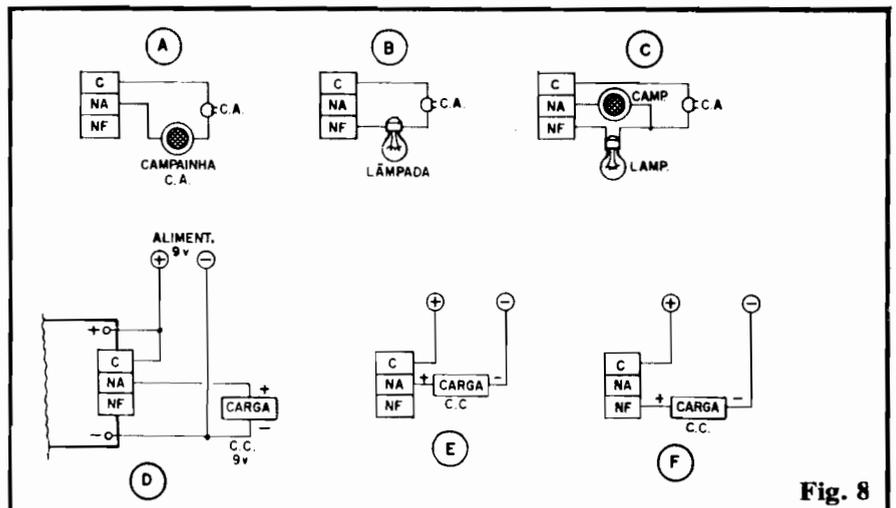

Fig. 8
- FIG. 8-A - Sempre lembrando que os três contatos finais de apli-
- FIG. 8-B - Usando-se ativamente o "outro" contato do relê, podemos fazer - por exemplo - com que uma carga de C.A. (no caso uma lâmpada incandescente comum...) se **desligue** momentaneamente, durante o rompimento da Barreira. Quem quiser "inverter" a finalização, basta ligar o fio que vem da lâmpada ao contato "NA" (e não ao "NF", conforme sugerido no esqueminha...). Em qualquer caso teremos um aviso "visual" (pelo rápido "apagamento" ou "acendimento" da lâmpada...) sobre a violação da passagem controlada!
- FIG. 8-C - O uso inteligente dos contatos reversíveis do relê permite interessantes variações nos controles finais... Com o arranjo mostrado (acionando uma lâmpada comum e uma cigarra, ambas sob C.A. - 110 ou 220V), ocorrendo o momentâneo rompimento da Barreira, a lâmpada (que estava acesa...) apaga brevemente, enquanto que a campainha (que estava "muda"...) dá um toque momentâneo. Esse duplo aviso é tão "impressivo" que pode até
- FIG. 8-D - Os contatos de utilização do relê não "precisam" ser **sempre** independentes e isolados do circuito da B.O.S.! Se a carga a ser acionada funcionar sob C.C., 9 volts, nada impede que esta compartilhe a alimentação com o próprio circuito eletrônico, conforme sugere o diagrama. Alguns pontos a considerar, nessa configuração: a capacidade de corrente da fonte geral de alimentação (9 volts) deverá corresponder à **soma** das necessidades do circuito da B.O.S. (250mA) e da carga. Se - por exemplo - a carga precisar de 1A, a alimentação geral deverá ser capaz de prover 1,25A ao conjunto, e assim por diante... No diagrama, a carga **liga** no momento em que a Barreira é rompida, podendo-se, contudo, inverter o comportamento, usando o "truque" já explicado em 8-B...
- FIG. 8-E - Cargas de C.C., que **não possam** trabalhar sob 9 volts exigirão uma fonte indepen-
- FIG. 8-F - Contrapartida para o caso 8-E, porém com a carga C.C., normalmente ligada, desligando-se momentaneamente apenas durante a violação da Barreira. Nos dois casos (8-E e 8-F) observar que a **polaridade** da carga com relação à sua fonte de alimentação independente, deverá ser obviamente **respeitada**...
dando a Aplicação (ver figs. 8-A até 8-F...). Tudo muito simples e direto: